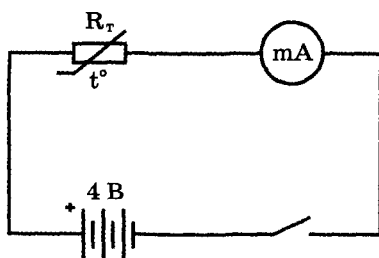
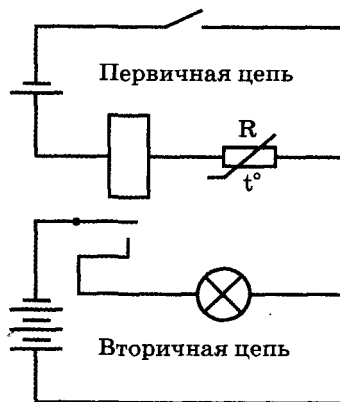

Рис. 81
Рис. 83
Если вместо измерительного прибора (см. рис. 81) включить в электрическую цепь чувствительное реле, то получают простейшее термореле (рис. 83). Оно представляет собой делитель напряжения: при нагревании напряжение на термисторе убывает, а на катушке реле возрастает. При определенном напряжении реле срабатывает и включает вторичную цепь с индикатором сигнализации (звонок, лампочка и др.).
4. Соберите электрическую цепь простейшего термореле (см. рис. 83). При наличии второго источника тока во вторичную цепь включите лампочку (см. рис. 83), а при отсутствии — омметр мультиметра, который и будет сигнализировать о срабатывании и отпуске реле.